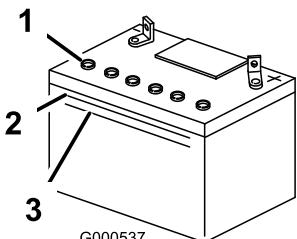

Figura 41
1. Mire hacia el lateral de la batería. El electrolito debe llegar a la **línea superior** (Figura 41). No permita que el electrolito esté por debajo de la **línea inferior** (Figura 41).
3. Retire los tapones de ventilación de la batería (Figura 41).
4. Vierta lentamente agua destilada en cada célula de la batería hasta que el nivel de electrolito llegue a la **línea superior** (Figura 41) de la caja de la batería.
5. Espere de cinco a diez minutos después de llenar las células de la batería. Añada agua destilada, si es necesario, hasta que el nivel de electrolito llegue a la **línea superior** (Figura 41) de la caja de la batería.